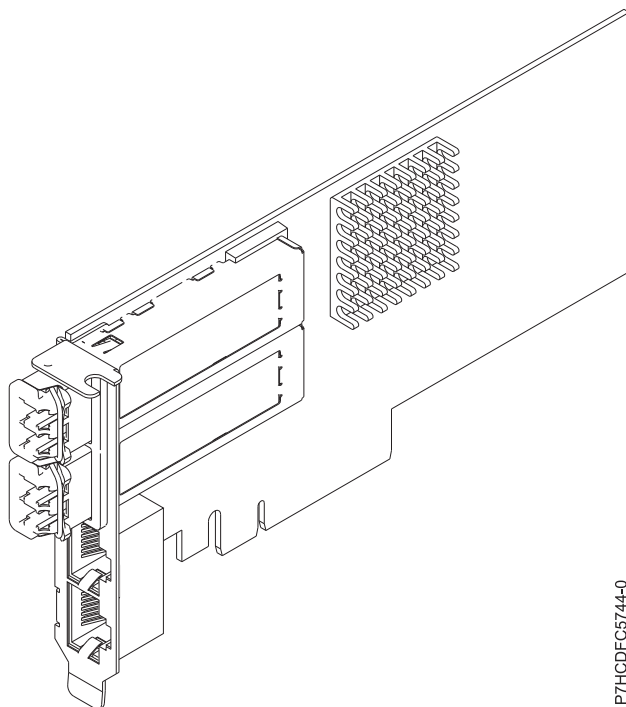

図 20. PCIe2 2x10GbE SR 2x1GbE UTP アダプター
PCIe2 2x10GbE SR 2x1GbE UTP アダプターは、PCI Express 第 2 世代、4 ポート・イーサネット Unified Wire アダプター (PCI Express 2.0 ホスト・バス・インターフェース付き) です。このアダプターは、クラウド・コンピューティング、仮想化、ストレージ、およびその他のデータ・センター・アプリケーション向けに最適化されています。4 個のポート・アダプターが 2 個の 10 Gb イーサネット・ポートと 2 個の 1 Gb イーサネット・ポートを提供します。この 2 個の 10 Gb スモール・フォーム・ファクター・プラグ可能 (SFP+) 単一ルート (SR) トランシーバー・ポートが、ネットワーク内の他のサーバーまたはスイッチとの接続に使用されます。各 SFP+ (SR) ポートは公称データ速度 10 Gbps (G ビット/秒) でのイーサネット接続を提供し、最大ケーブル長が 5 m (16.4 ft) の SFP+ 銅線平衡型ケーブルを使用します。各 RJ45 ポートは、データ速度 1 Gbps でイーサネット接続を提供します。アダプターのリンク集約およびフェイルオーバー・フィーチャーは、冗長度および高可用性を必要とする重要なネットワーク・アプリケーションに最適です。65 ページの図 20 は、FC 5745 アダプターを示しています。